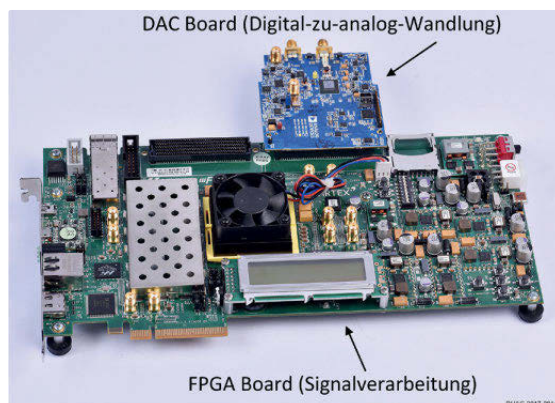

Abb. 1: FPGA-Plattform zur digitalen Signalverarbeitung mit angeschlossenem DAC-Modul
Im Rahmen dieser Bachelor-Thesis sollte auf Basis einer FPGA-Plattform (Abb. 1) ein Demonstrator entwickelt werden, mit welchem sich unterschiedliche Signale im Frequenzbereich von 3 MHz bis 1 GHz (optional 1.5 GHz) generieren lassen. Um realistische Szenarien generieren zu können, müssen verschiedene Modulationsverfahren, wie beispielsweise Frequenzmodulation (FM) oder Amplitudenmodulation (AM), auf das Signal angewendet werden können.
Es wurde ein funktionsfähiger Demonstrator entwickelt, der zeigt, dass es möglich ist die geforderten Signale mittels Software-Defined Radio-Technologie zu generieren. Zu Beginn dieser Bachelor-Thesis wurde gemäss den definierten Anforderungen im Pflichtenheft ein VHDL-Design mit insgesamt 24 Funktionsblöcken entworfen. Diese Blöcke wurden Schritt für Schritt in VHDL umgesetzt, simuliert und auf der FPGA-Plattform (Abb. 1) getestet. Die Signalverarbeitung geschieht rein digital im FPGA. Über eine spezielle JESD204B-Hochgeschwindigkeits-Schnittstelle ist ein Digital-zu-Analog-Wandler (DAC) mit einer maximalen Abtastrate von 12.5 Gbit/s angeschlossen. Die digitale Signalverarbeitung wird auf einem Virtex-7 FPGA von Xilinx im Basisband in komplexer Betrachtung